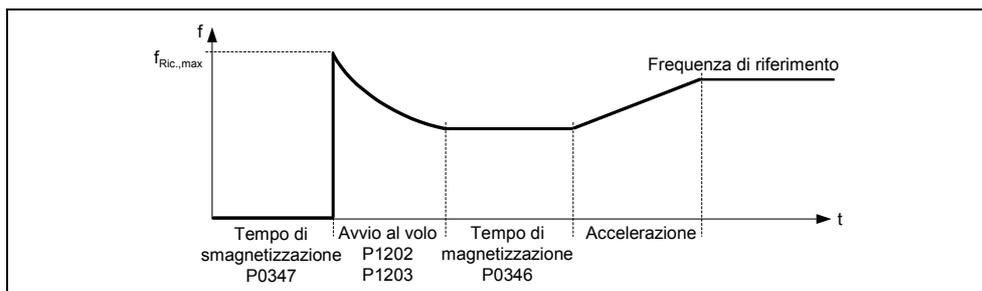

Figura 3-82 Ripresa
In relazione al contenuto del parametro P1200, trascorso il tempo di smagnetizzazione P0347, viene avviata la ripresa con la frequenza massima di ripresa $f_{\text{Ric,max}}$ (vedi Figura 3-82).
- Caratteristica V/f (P1300 < 20): con la velocità di ricerca che viene calcolata in base al parametro P1203 si riduce la frequenza di ricerca in base alla corrente del circuito intermedio. In tale fase viene utilizzata la corrente di ricerca parametrizzabile P1202. Se la frequenza di ricerca si avvicina alla frequenza del rotore la corrente nel circuito intermedio cambia improvvisamente, dal momento che si crea un flusso all'interno nel motore. Una volta raggiunto questo stato la frequenza di ricerca viene mantenuta costante e la tensione di uscita cambia con il tempo di magnetizzazione P0346 fino a raggiungere il valore di tensione della caratteristica V/f (vedi Figura 3-82).